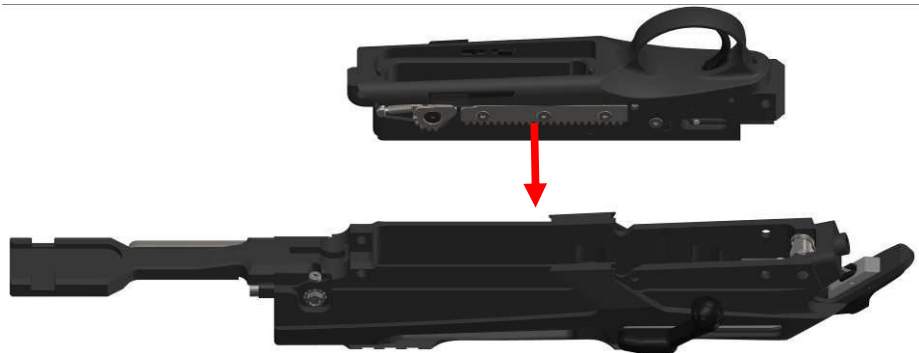

Bild 27
(6) Systemunterteil in Systemoberteil einführen (Bild 27)